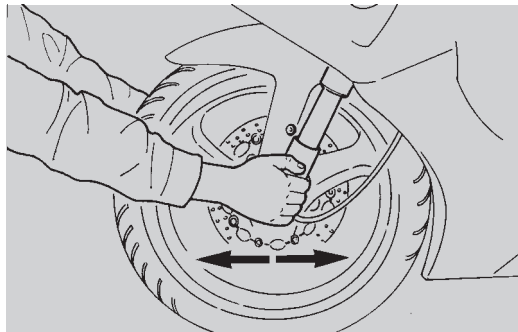

Abb. 42
- die Gabel in Fahrtrichtung schütteln (Abb. 42);